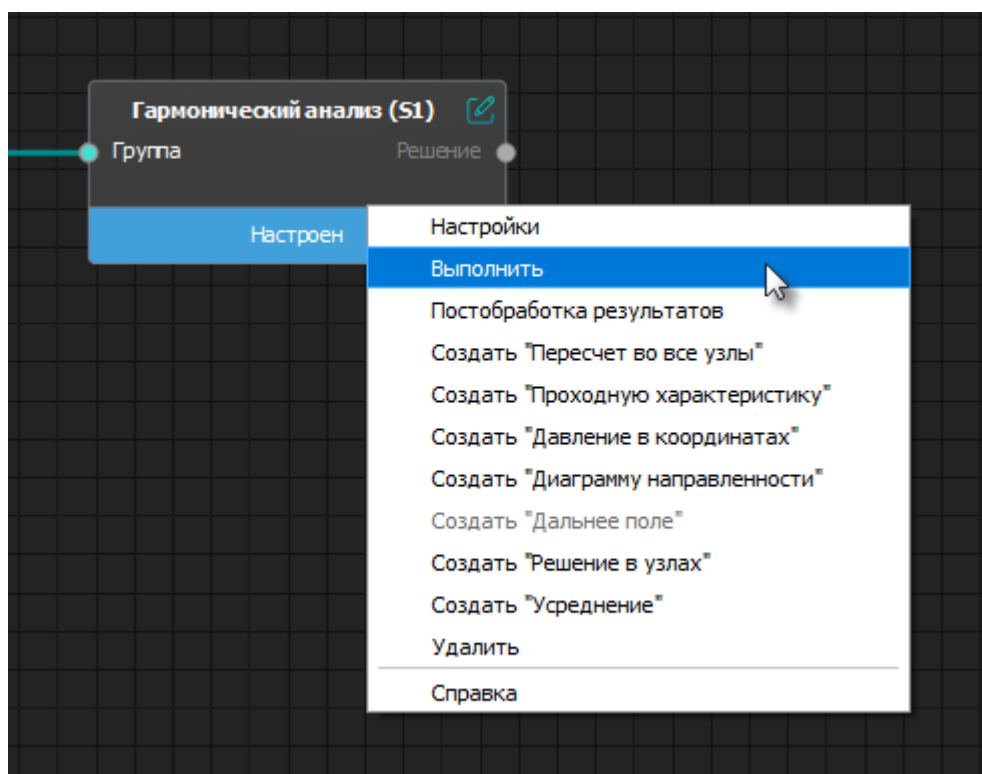

Рисунок 84 – Контекстное меню карточки. Команда «Выполнить»
2. В контекстном меню карточки выбрать команду «Выполнить» (Рисунок 84).